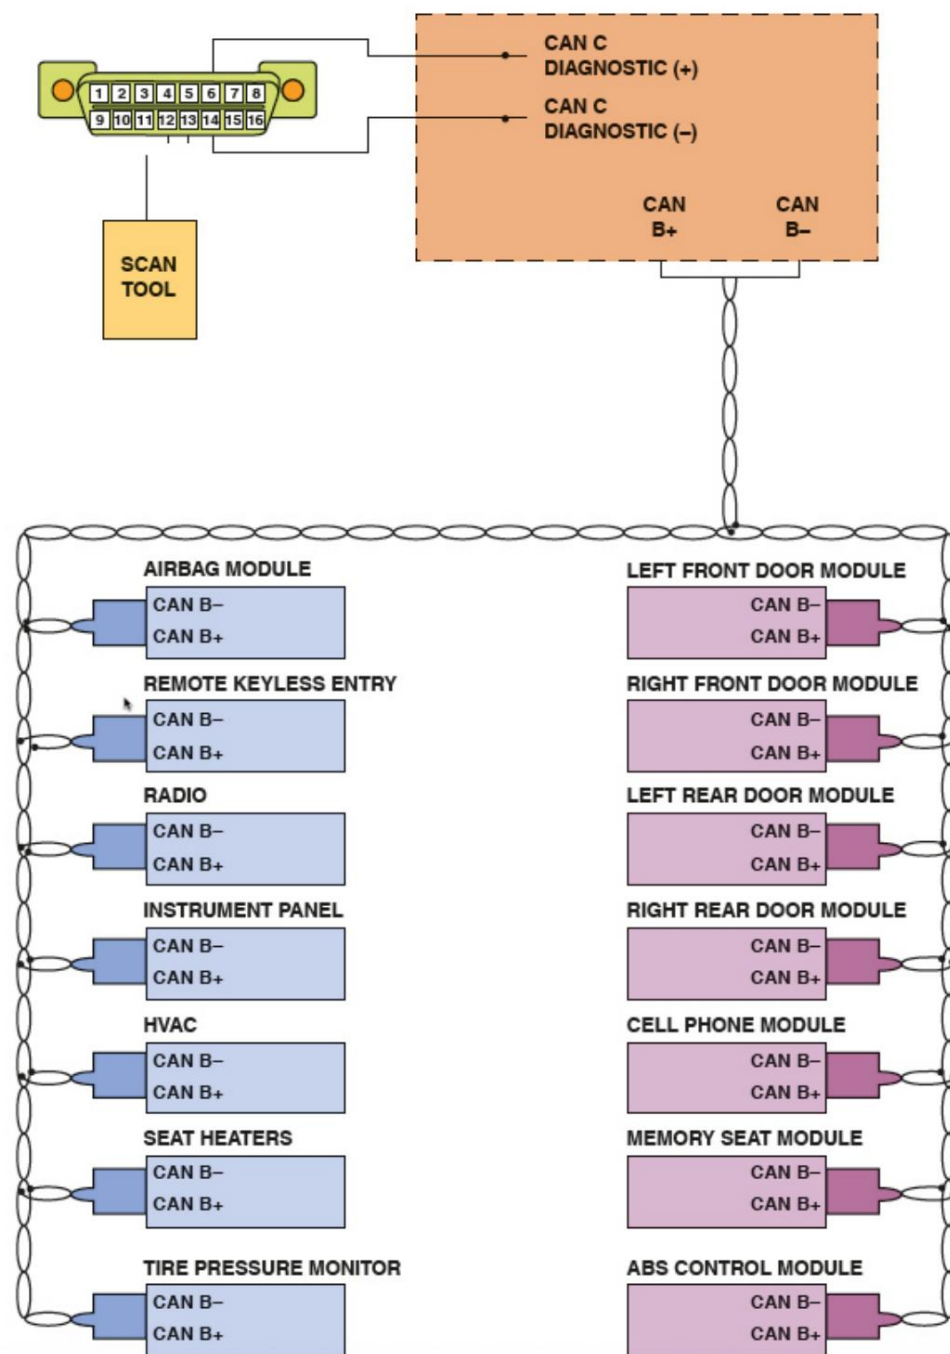

Figura 28. Sistema de comunicación de red de área del controlador (CAN).
- Clase C. Las redes de alta velocidad, es decir, de 125/000 a 1/000/000 bps, se utilizan generalmente para comunicaciones en tiempo real. Control dinámico del tren motriz y del vehículo. Los sistemas de comunicación BUS de alta velocidad ahora utilizan una red de área de controlador (CAN). Figura 28.